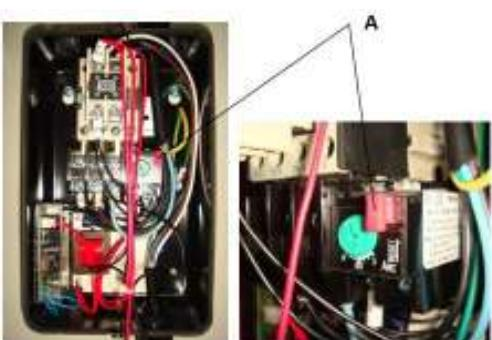

Рис. 17
2. Нажмите кнопку сброса (A, Рис. 17), чтобы сбросить реле перегрузки.